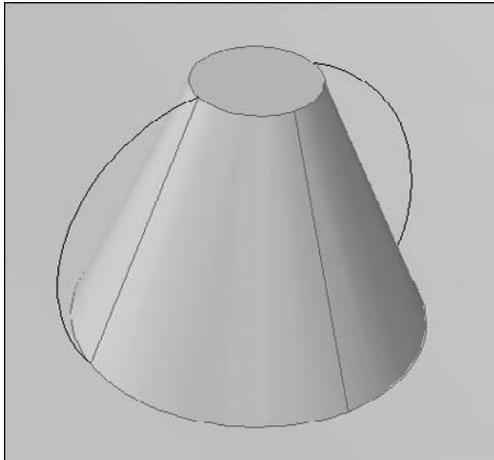
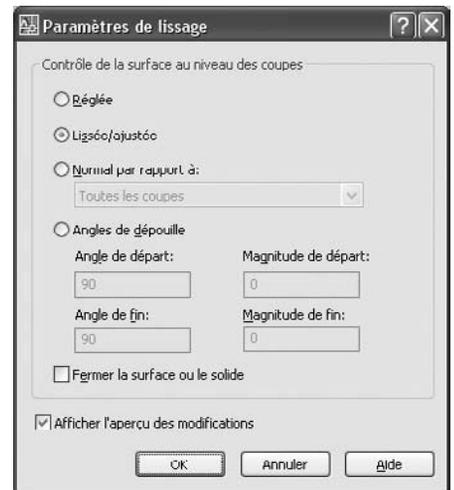

Fig.18.22
Fig.18.23
- ▶ **Coupes uniquement (Cross-sections only)** : permet de ne prendre en compte que les coupes (fig.18.22) et affiche la boîte de dialogue **Paramètres de lissage (Loft Settings)** pour définir d'autres paramètres (fig.18.23).